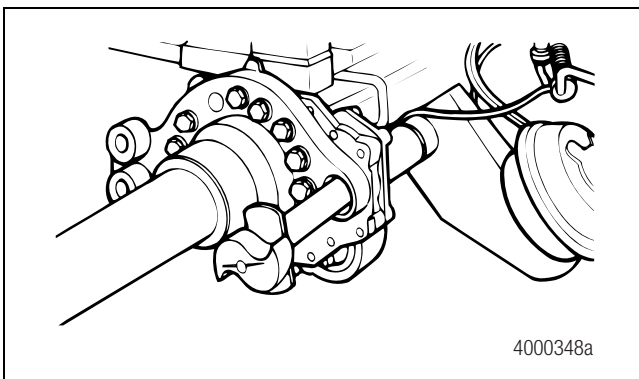

Figura 5.5
2. Instale el árbol de levas a través de la araña y el soporte, de manera que el árbol de levas gire libremente con la mano. Figura 5.5.